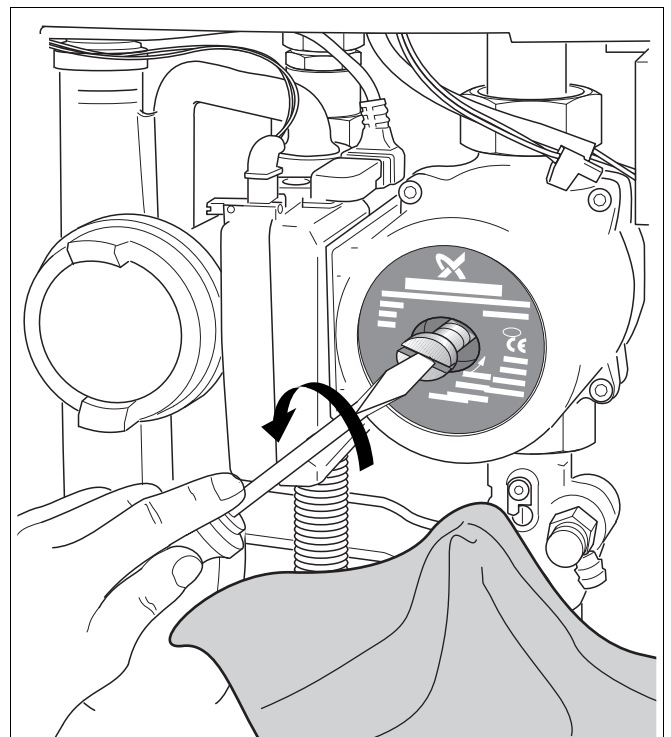

Fig. 62 Pomp ontluchten
- Ontlucht de pomp door de ontluchtingsschroef aan de voorzijde van de pomp te demonteren (→ fig. 62).